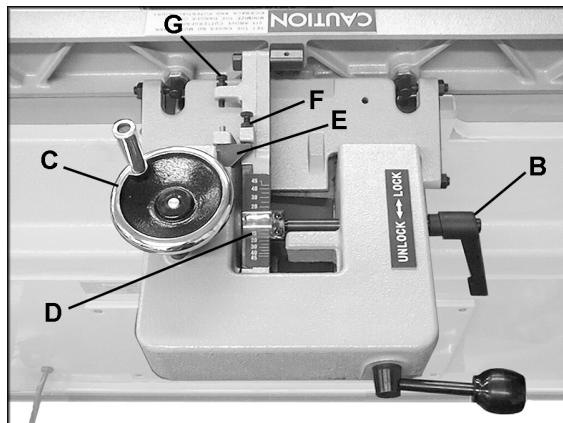
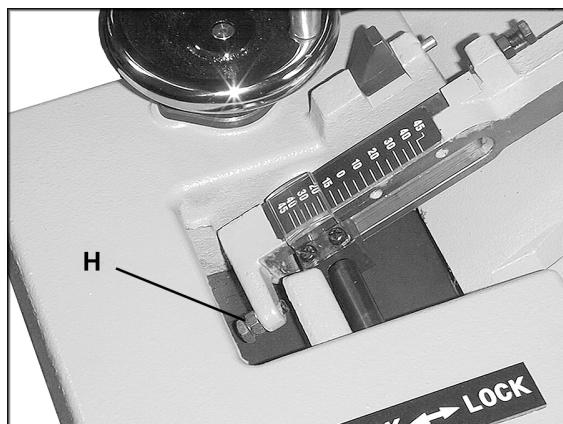

Рис. 16
Рис. 17
- Ослабьте зажимную рукоятку (В, Рис. 16).
- Выщелкните стопорный блок для установки упора под углом 90° (Е, Рис. 16).
- Поворачивайте маховик (С, Рис. 16), чтобы выставить по шкале (Д, Рис. 16) нужный угол наклона. Либо можно положить на стол скошенную заготовку вплотную к упору и поворачивать маховик (С, Рис. 16), пока угол наклона упора не будет равен углу скоса заготовки.
- Затяните зажимную рукоятку (В, Рис. 16).
ВАЖНО: когда операция, для которой требовалось наклонить упор, будет завершена, а упор возвращен в вертикальное положение (под углом 90°), не забудьте вставить стопорный блок (F, Рис. 16) обратно в его исходное положение.
- Регулировка 90° ограничителя производится с помощью винта (F, Рис. 16) и стопорного блока (Е, Рис. 16).
- Ослабьте зажимную рукоятку (В, Рис. 16) и шестигранную гайку на винте (F, Рис. 16).
- Сдвигайте упор, пока он не будет плотно прилегать к угломерному устройству. Закручивайте винт (F, Рис. 16) до тех пор, пока он не коснется стопорного блока (Е, Рис. 16).
- Затяните шестигранную гайку на винте (F, Рис. 16) и зажимную рукоятку (В, Рис.
1. Регулировка данного упора осуществляется с помощью винта (H, Рис. 17).
2. Ослабьте зажимную рукоятку (B, Рис. 16) и шестигранную гайку на винте (H, Рис. 17).
4. Закручивайте винт (H, Рис. 17) до тех пор, пока он не коснется литого основания перед ним.
5. Затяните шестигранную гайку на винте (H, Рис. 17) и зажимную рукоятку (B, Рис. 16).